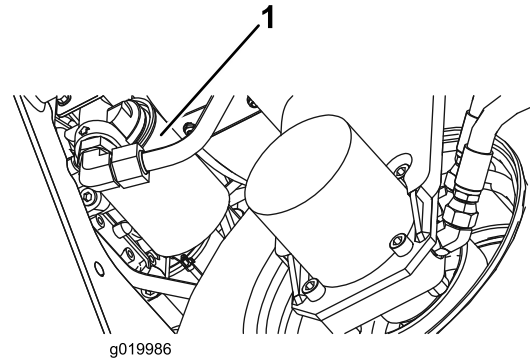

Рисунок 76
2. Очистите область вокруг места крепления фильтра. Поместите поддон под фильтр (Рисунок 76), а затем снимите фильтр.